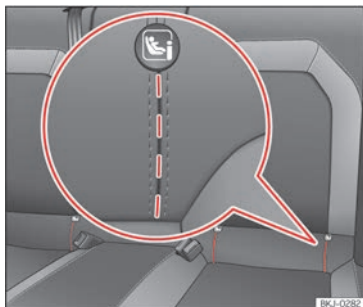

Abb. 36 Rücksitz: eingetragte Schlitz für Zugriff auf die ISOFIX/i-Size-Halteösen.
Der Einbauort der ISOFIX/i-Size-Befestigungspunkte ist durch ein Symbol »» (Abb. 36) gekennzeichnet. Bei einigen Fahrzeugen sind die Halteösen am Sitzgerüst, bei anderen am Boden hinten befestigt.
- Öffnen Sie vorab per Hand den eingetragten Bereich hinter den markierten Schlitz, um an die Halteösen zu gelangen »» (Abb. 36).